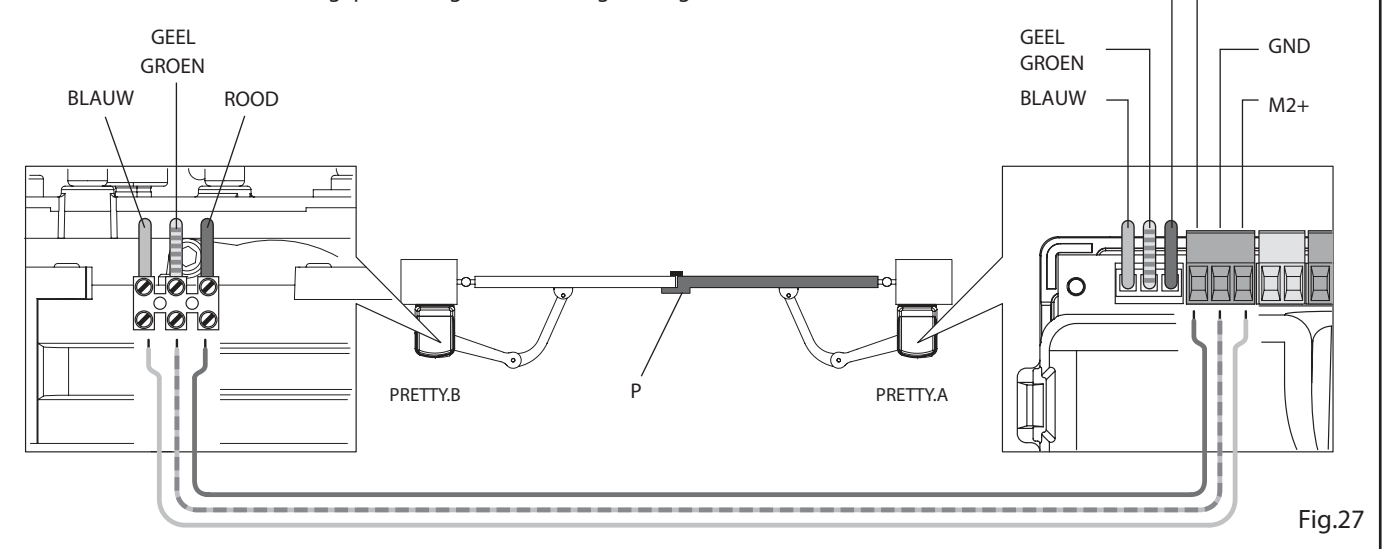
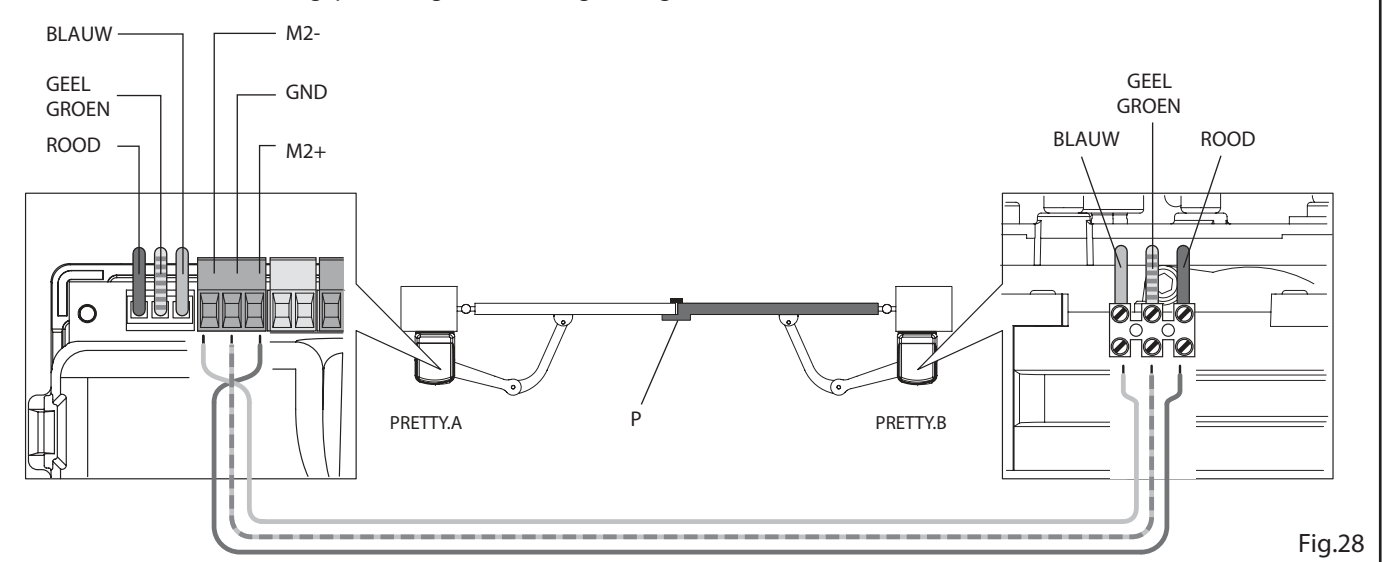

Fig.27
Fig.28
Als de constructie van de poort is zoals aangegeven in Detail P in Fig.27 en Fig.28, start de opening van de poort altijd met de vleugel waarop motor PRETTY A is geplaatst, terwijl het sluiten altijd begint met de vleugel met motor PRETTY B. Deze volgorde kan omgekeerd worden door middel van de MINV functie.
- De poortvleugel die voorzien is van een aanslagstrip (Fig.27/28 Ref.P) moet als laatste sluiten.
Bij poorten met een constructie volgens Fig.27/28-Ref.B), moet een verschillende begintijd ingesteld worden voor de poortvleugels, om contact met elkaar te voorkomen.
Met deze functie kunt u instellen welke poortvleugel het eerst moet starten bij openen en sluiten, zie Fig.27/28-Ref.P. Normaal gesproken start motor PRETTY A 3 seconden eerder dan motor PRETTY B. Bij het sluiten start motor PRETTY B zoveel eerder als PRETTY A als ingesteld is in de TDMC functie. Deze instellingen kunt u wijzigen zoals hieronder is aangegeven.